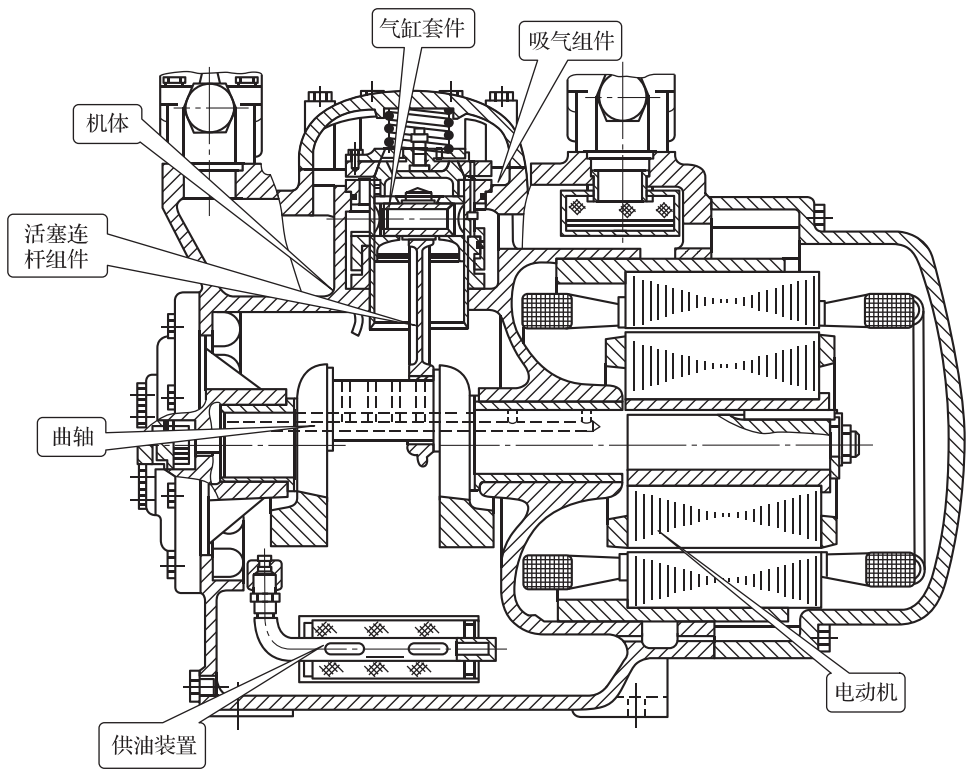

图 1—1—8 半封闭式活塞式制冷压缩机的典型结构
各种半封闭式活塞式制冷压缩机的制冷量、外形、制冷剂、用途等不尽相同，但其基本结构和主要零部件大体相同，包括机体、曲轴、活塞连杆组件、吸气组件、气缸套件、供油装置、电动机等，如图 1—1—8 所示是半封闭式活塞式制冷压缩机的典型结构。
(1) 在拆卸下气缸盖后，卸下密封垫，同时观察气缸盖与阀板的关系、如何形成的吸气腔和排气腔，如图 1—2—1 所示。
(2) 用木榔头轻击阀板，待松动后取下阀板，正、反两面检查阀板和排气阀结构，如图 1—2—2~图 1—2—4 所示。
(3) 从气缸上取下吸气阀片并认真做好装配记录，如图 1—2—5 所示。
(1) 安装前应对拆洗零件认真清洗，破损的密封垫需更换，如图 1—2—6 所示。